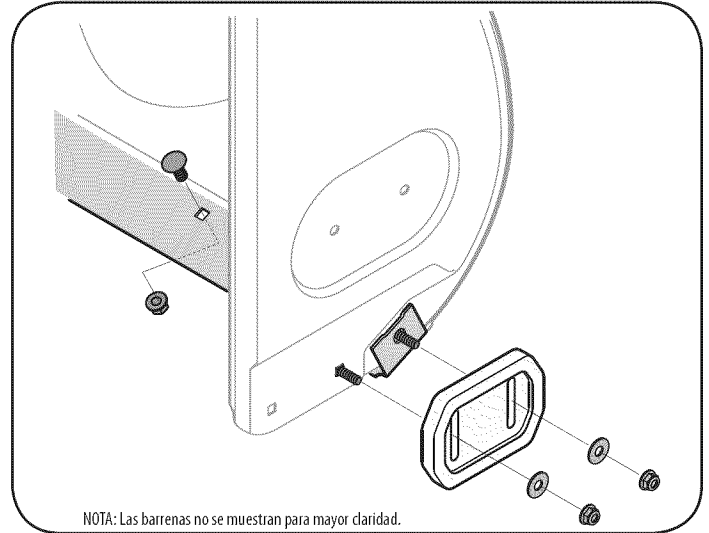

Figura 22
2. Monte las nuevas zapatas antideslizantes con cuatro pernos de carro (dos en cada lado) y las tuercas de brida hexagonales. Consulte la figura 22.
2. Monte la placa de raspado nueva, asegurándose de que las cabezas de los pernos de carro se encuentren del lado interior de la caja. Ajuste bien. Consulte la figura 22.